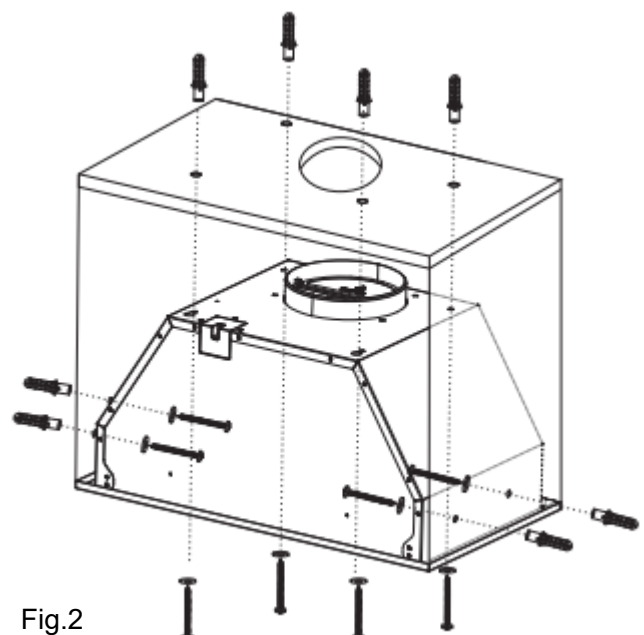

Fig.2
3. Percez les trous et fixez la hotte (Fig.2).